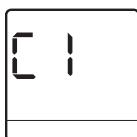

Рисунок 31
1) Натисніть одночасно кнопки і та утримуйте їх протягом 8 секунд для входу на сторінку налаштувань розширеної конфігурації параметрів. В області відображення температури відобразиться значення «C1» (див. Рис. 31). Для виходу зі сторінки налаштувань розширеної конфігурації параметрів натисніть кнопку .